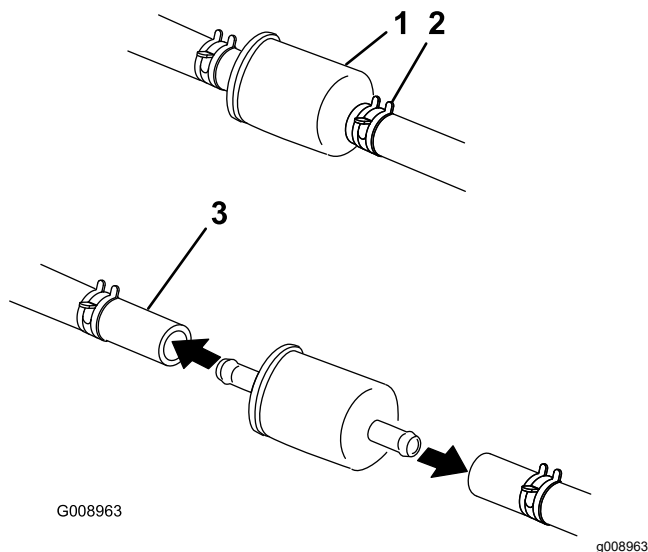

Figure 67
4. Fermez le robinet d'arrivée de carburant sous le siège (Figure 67).
5. Pincez les extrémités des colliers et éloignez les colliers du filtre (Figure 67).
7. Posez un filtre neuf et rapprochez les colliers de fixation du filtre (Figure 67).